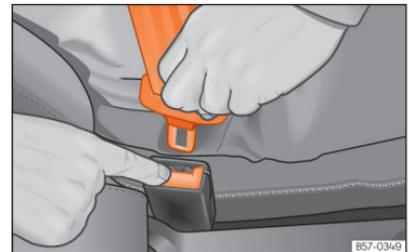

Abb. 27 Schlosszunge vom Gurtschloss lösen.
- Rote Taste im Gurtschloss drücken »» (Abb. 27). Die Schlosszunge springt heraus.